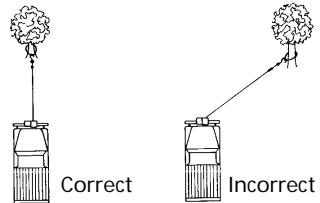

Figure 5
12. **ÉVITEZ LA TRACTION CONTINUE À DES ANGLES EXTRÊMES.** Ceci aura pour conséquence l'entassement du câble d'un seul côté du tambour (Figure 5), ce qui peut coincer le câble à l'intérieur du treuil et endommager le câble ou le treuil.